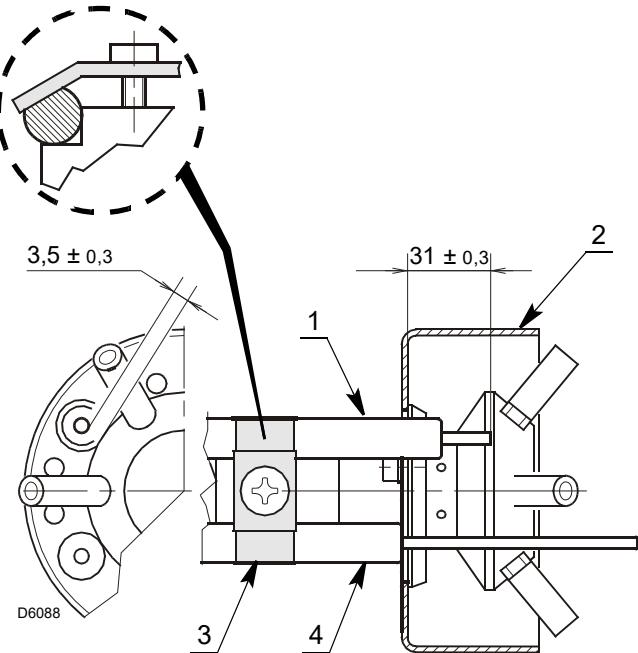

Fig. 16
- Assicurarsi che la piastrina 3)(Fig. 16) sia sempre inserita nella spianatura dell'elettrodo 1)(Fig. 16).
- Appoggiare l'isolatore della sonda 4)(Fig. 16) alla tazza 2)(Fig. 16).